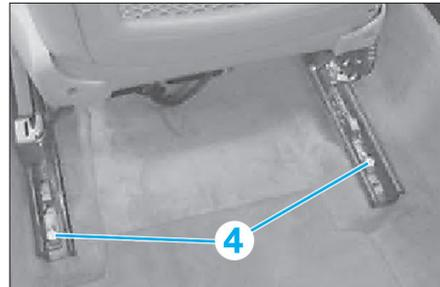

Fig. 14
- Déposer les deux vis de fixation (4) des glissières (Fig.14).